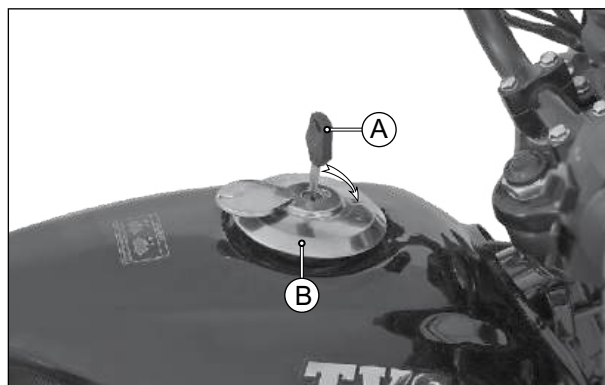

Fig. 1.37
- Insira a chave de ignição (A) na fechadura e gire-a em sentido horário para destravar a tampa do tanque de combustível (B) e remova-a do tanque de combustível. (Fig. 1.37)